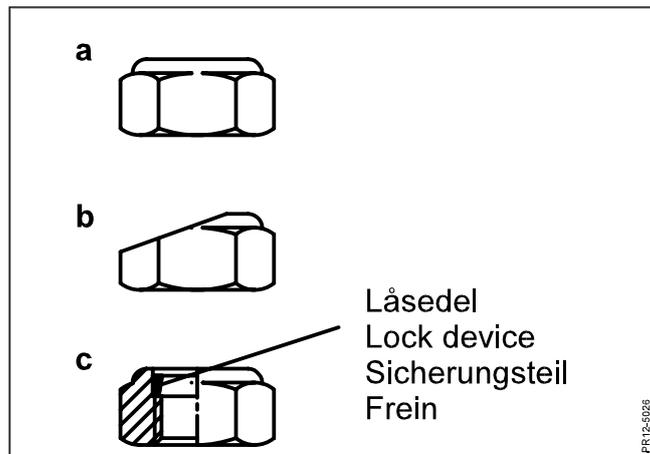

Fig. 6-7
- Fig. 6-7 L'écrou spécial doit être remplacé si: